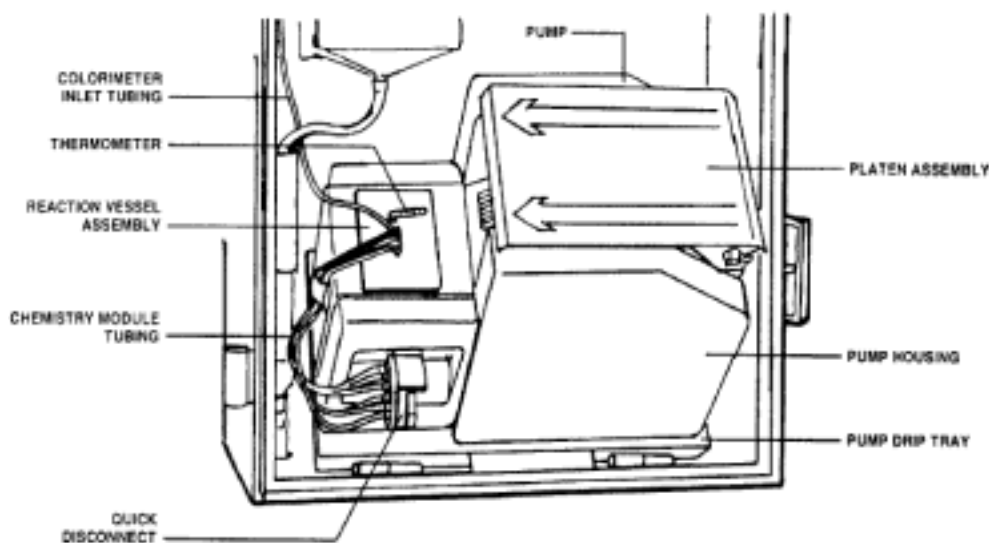

图 4-3 泵和反应舟装置
1. 将分光光度计的进样管线安装到吸光池进样口上（见图4-3和3-6）。